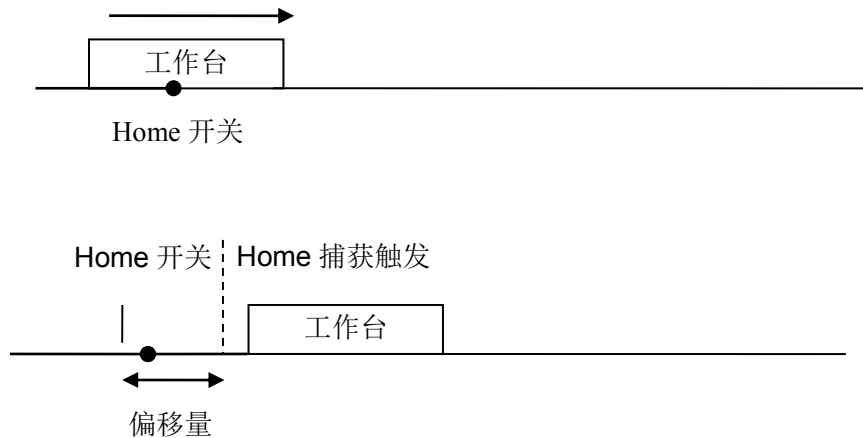

图 8-5 Home+Index 回原点示意图 2
- (2) 当 Home 信号产生时，读取 Home 信号触发时工作台的实际位置。这时轴依然向前运动，将点位运动目标位置修改为“Home 捕获位置+偏移量”。一般会在原点开关处偏移一段距离处设为原点。如图 8-5 所示。